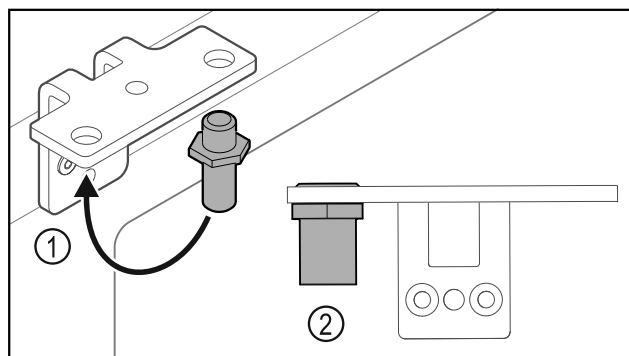

Fig. 36
- Flyt bolten Fig. 36 (1) i hængselvinklen.
- Spænd bolten Fig. 36 (2) med et **drejemoment på 12 Nm**.